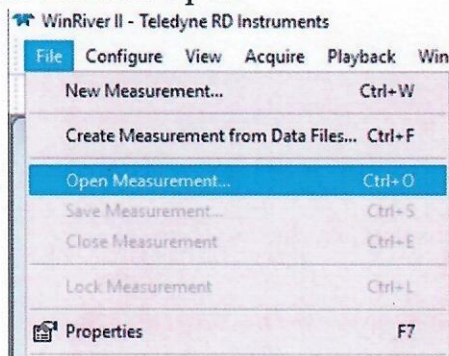
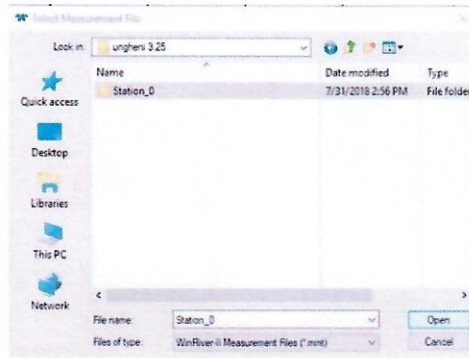

Fig. 22
Fig. 23
b) Din meniul File alegem obținem Open Measurements (fig. 22) și importăm fișierul în care sau înregistrat măsurătorile necesare (fig. 23) îl selectăm și tastăm butonul Open.